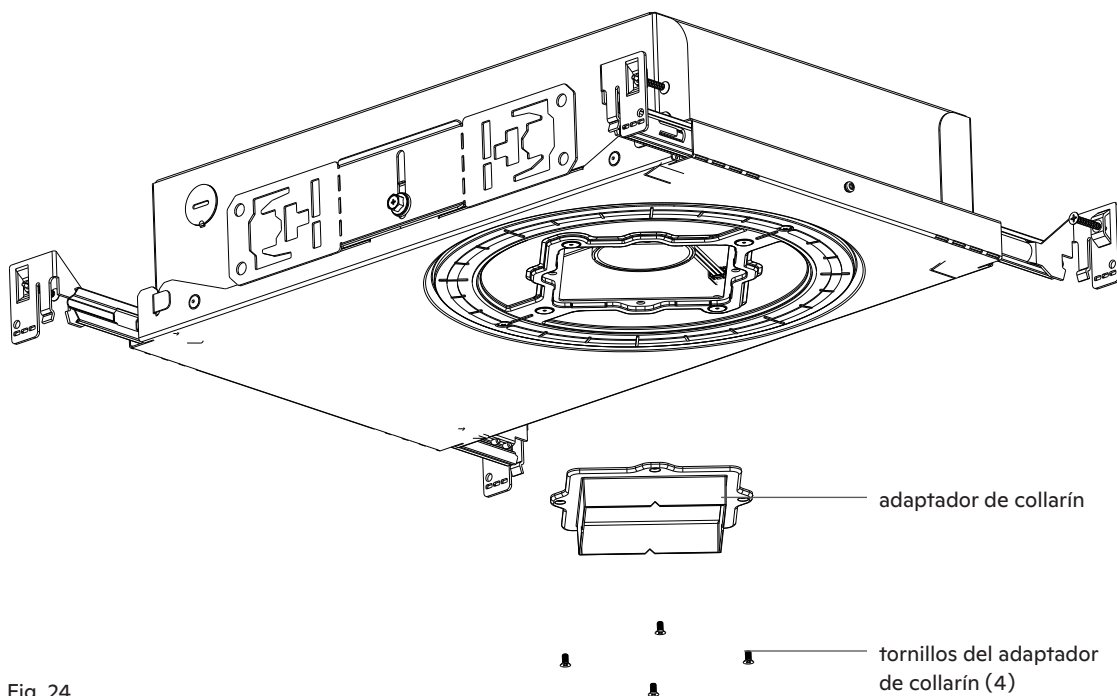

Fig. 24
4. Instalación o reemplazo del adaptador de collarín (consulte la Fig. 24)